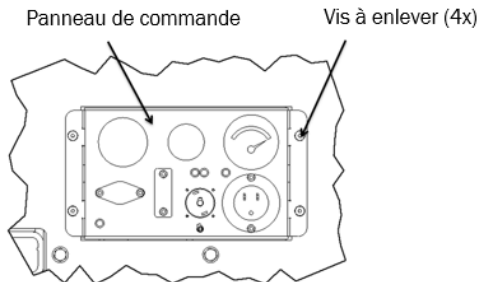

Figure 6 : Enlever le panneau de commande
4. Retirez les quatre vis qui maintiennent le panneau de commande de la plateforme (voir la Figure 6). Retirez le panneau pour accéder aux disjoncteurs.